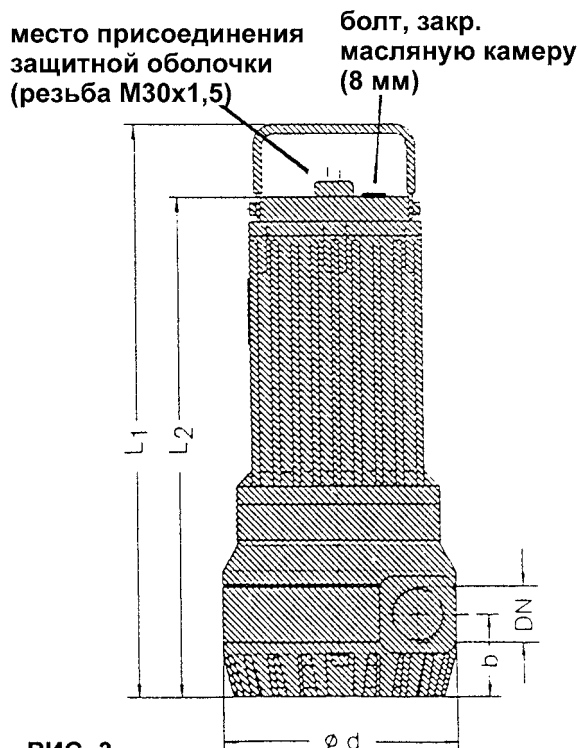

РИС. 3
- Приверните защитную оболочку с помощью входящих в объем поставки накидных гаек М 30х1,5 к резьбе устройства ввода кабеля в верхней части корпуса насоса (см. рис. 3).